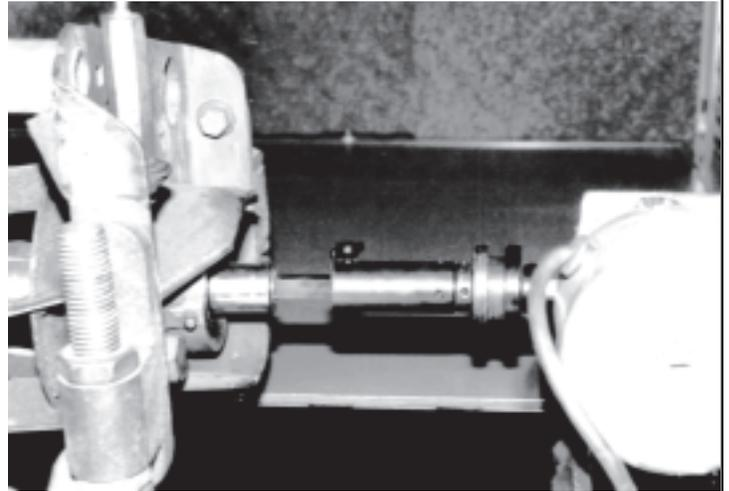

FIG. 11
La unidad de impulso de giro se conecta con el extremo del eje del tambor o con un componente del sistema de impulso. Consulte con el fabricante de la unidad de corte para la conexión y colocación apropiada del impulso de giro. Determine de qué lado montar el impulso de giro que, por lo general, será el mismo componente del sistema de impulso utilizado para contrapulido. Vea la FIG. 11.
3. Coloque el manguito o adaptador de impulso cuadrado de 1/2" que corresponda en la tuerca de impulso del tambor e inserte el eje de impulso cuadrado en el manguito. Coloque la camisa del adaptador sobre el eje de impulso e inserte el adaptador de acople del impulso en ello. Finalmente, coloque el acople de goma en el adaptador de acople del impulso. Vea la FIG. 11.